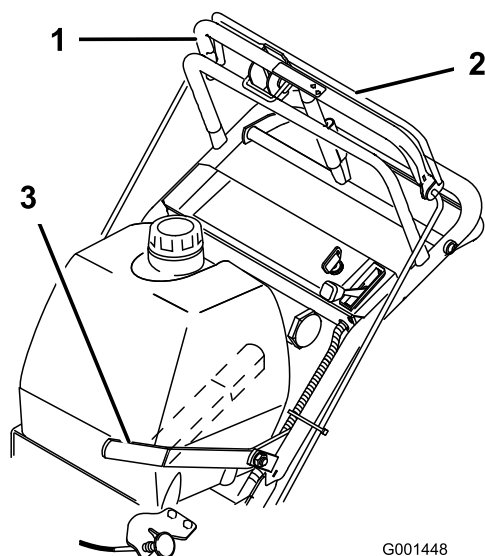

Figura 8
1. Para engranar las cuchillas, apriete la barra de control de las cuchillas contra la barra de control superior (Figura 8).
Para desengranar las cuchillas, tire hacia atrás de la palanca de control de las cuchillas hasta que haga tope (Figura 8). El motor se parará si se suelta la barra de control de las cuchillas con la palanca de control de las cuchillas engranada.